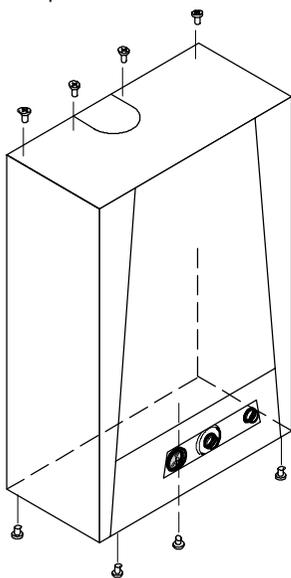

fig. 7.1
- 1 Togliere le viti (quattro sotto, quattro sopra). Togliere il pannello della carrozzeria (fig. 7.1)